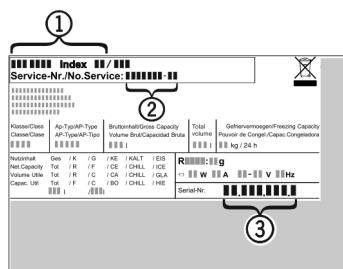

Fig. 12
- ▶ Z typového štítku odčítajte označenie zariadenia Fig. 12 (1), servisné č. Fig. 12 (2) a sériové č. Fig. 12 (3). Typový štítok je na ľavej vnútorenej strane zariadenia.
- ▶ Upovedomte zákaznícky servis a oznámte chybu, označenie zariadenia Fig. 12 (1), servisné č. Fig. 12 (2) a sériové č. Fig. 12 (3).